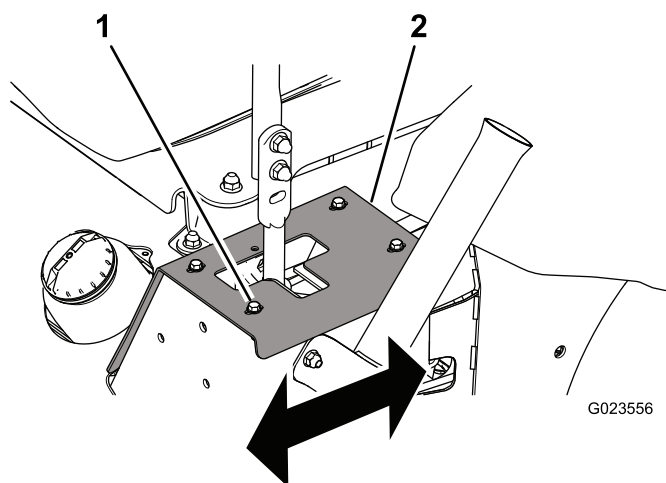

Figura 56
- Se virar para direita, desaperte os parafusos e ajuste a placa do batente esquerdo para trás até a máquina ficar a direito (Figura 56).
- Se virar para esquerda, desaperte os parafusos e ajuste a placa do batente direito para trás até a máquina ficar a direito (Figura 56).
1. Parafuso (4)
5. Aperte os parafusos para fixar placa do batente (Figura 56).